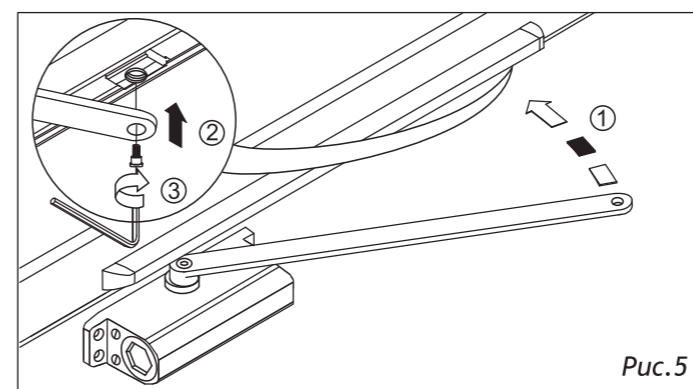

Рис.5
5. Прижмите тягу к полотну двери и соедините ее с ползунком специальным винтом М8х17 под шестигранный ключ. Тем самым создается преднатяг (рис. 5);